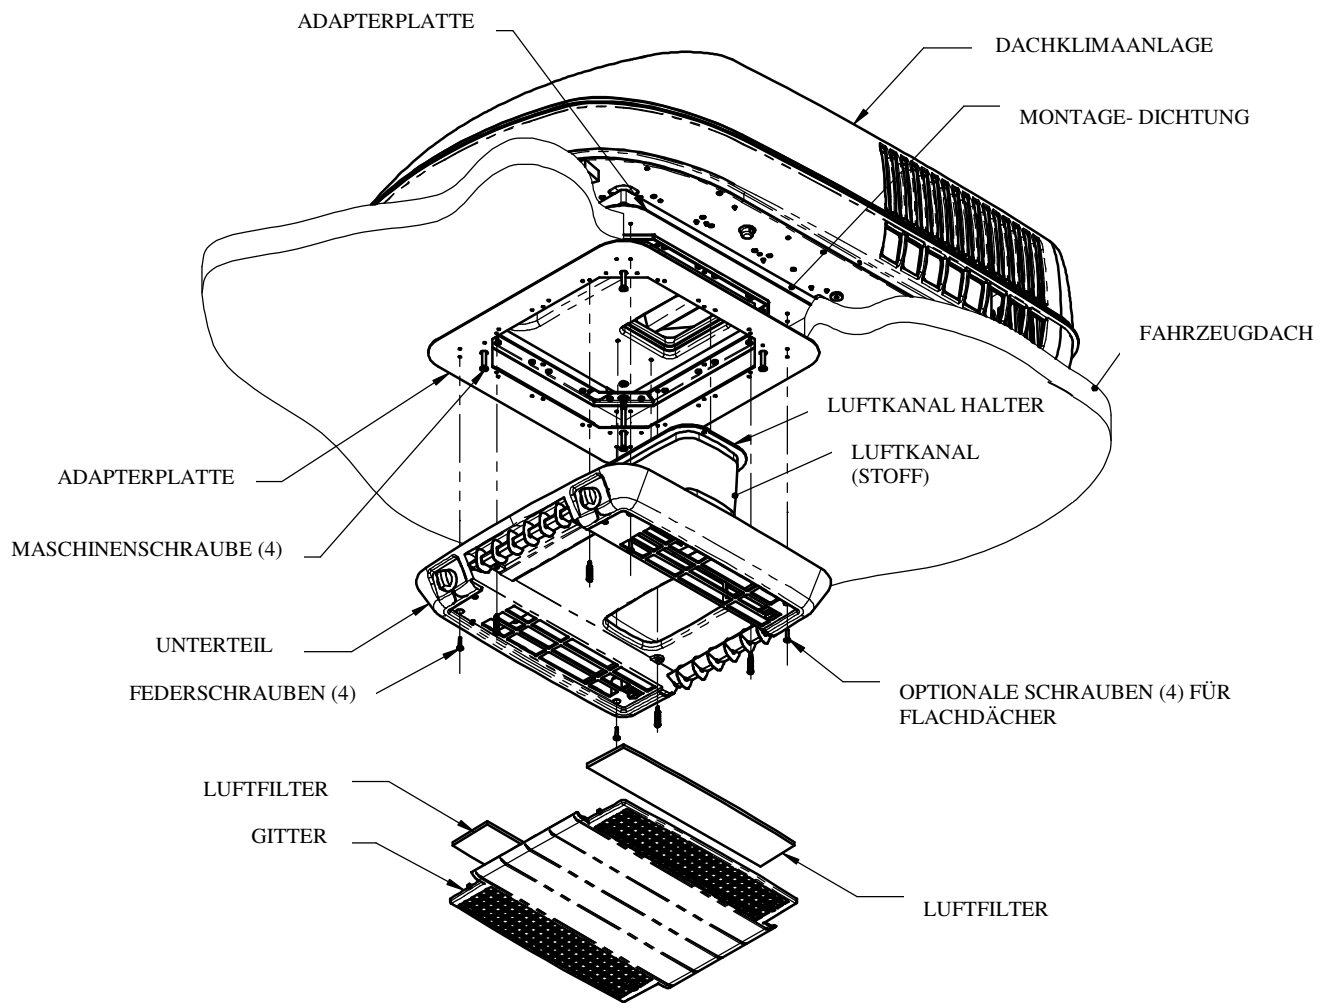

ABBILDUNG 1
Gehen Sie unter Beachtung von Abb. 1 wie folgt vor:
7. Heben Sie die Deckeneinheit an und befestigen Sie sie am Adapterrahmen mit den vier mitgelieferten Federschrauben. Die vorderen beiden Schrauben müssen durch die Durchgangslöcher im Metallschutzgehäuse (siehe Abb. 1 & 2).